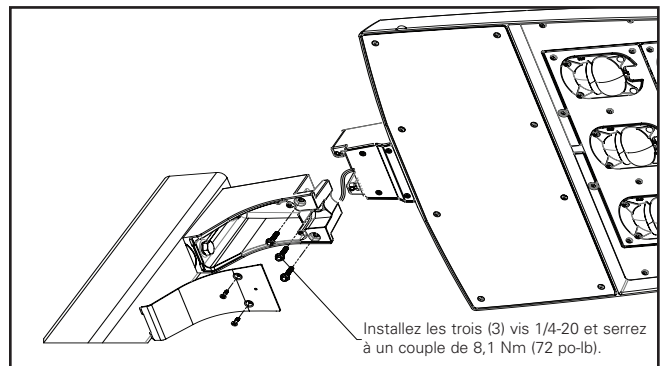

Figure 3.
3. Pliez les fils du luminaire devant la porte du luminaire lorsque vous glissez le luminaire sur le bras de montage. Installez les trois (3) vis de 6-20 x 25 mm (1/4-20 x 1 po) et serrez-les à un couple de 8,1 Nm (6 pi-lb). Serrez d'abord la vis centrale, comme montré à la Figure 3.
Note: Assurez-vous que les fils d'alimentation du luminaire ne sont pas coincés entre le couvercle et le bras de montage, comme montré aux Figures 3 et 5.
- Installez les trois (3) vis de 6-20 x 25 mm (1/4-20 x 1,25 po) et serrez-les à un couple de 10,8 Nm (8 pi-lb). Serrez d'abord la vis centrale, comme montré à la Figure 3, puis installez le bouchon de plastique sur la vis centrale (figure 3)
- Rassemblez les fils dans le luminaire et installez la porte du luminaire. Serrez les huit (8) vis de la porte du luminaire à un couple de 2,2 Nm (20 po-lb) (ou serrez les vis de serrage à main de la porte).